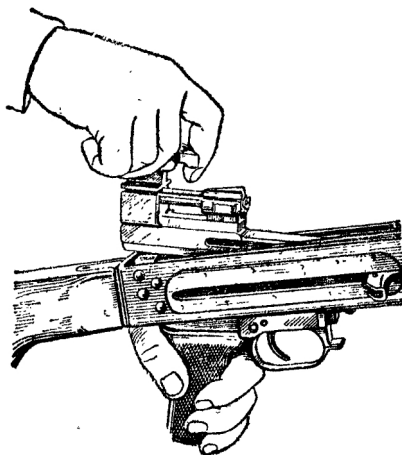

Рис. 7. Отделение затворной рамы с затвором
6) Отделить затворную раму с затвором. Удерживая пулемет левой рукой за пистолетную рукоятку (пулемет ПКТ — за электроспуск), правой рукой за извлекатель отвести затворную раму назад до отказа; приподнимая затворную раму, вынуть ее вместе с затвором (рис. 7) из ствольной коробки.